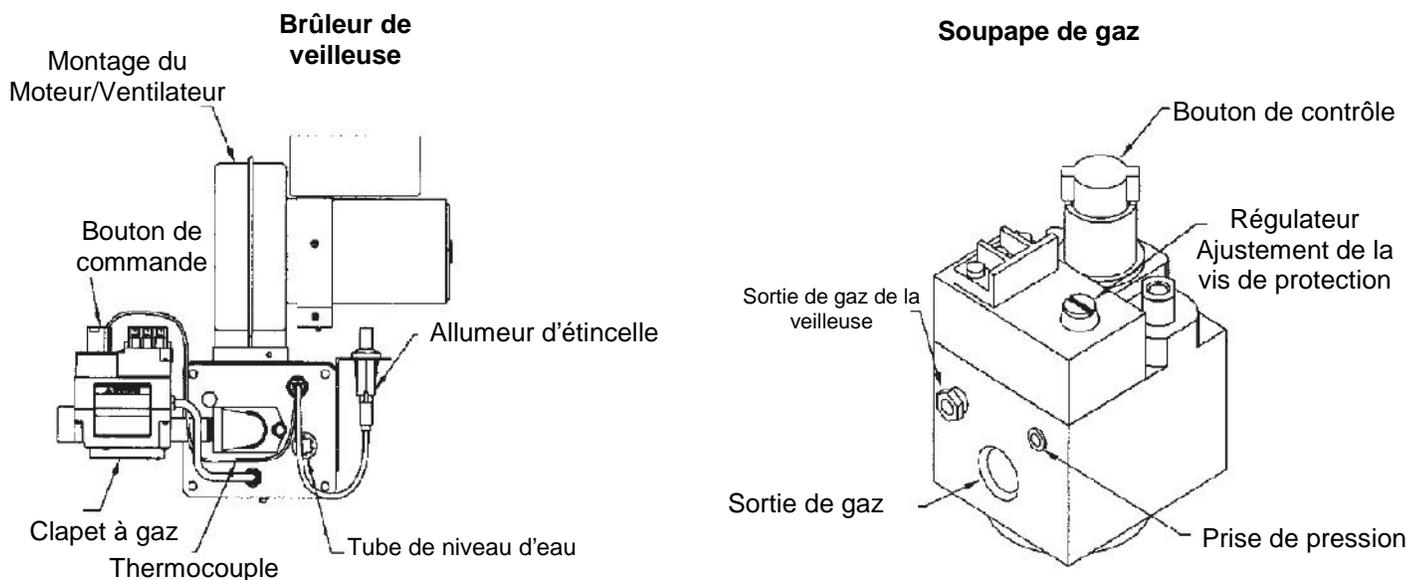

FIGURE 15
1. Appuyer sur le bouton de contrôle du gaz situé sur la soupape de gaz multifonction et tourner sur la position "OFF" (voir la Figure 15).